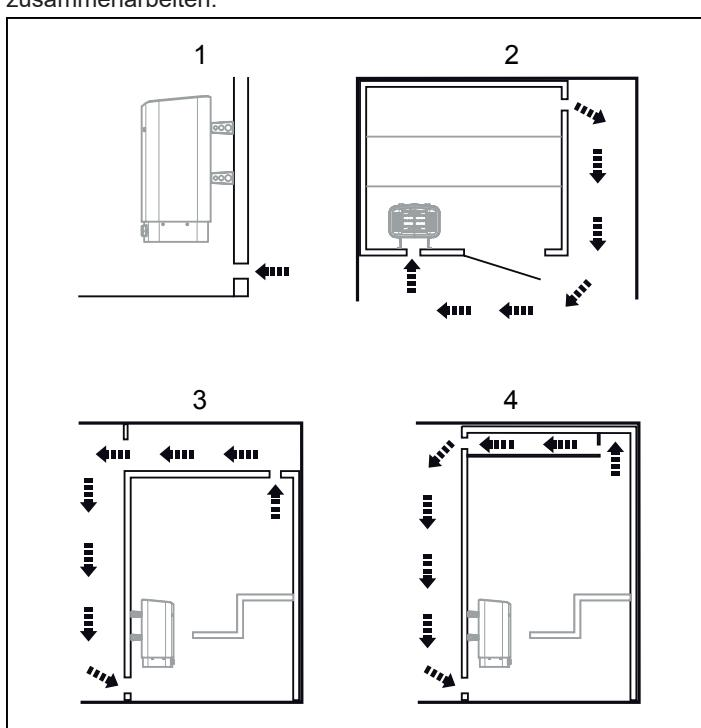

Abb. 4: Position des Zu- und Abluftventils
- Mit größtmöglichen Abstand zum Zuluftventil, z. B. diagonal gegenüber, siehe Abb. 4.
- Oben an der Wand oder an der Decke, siehe Abb. 4.